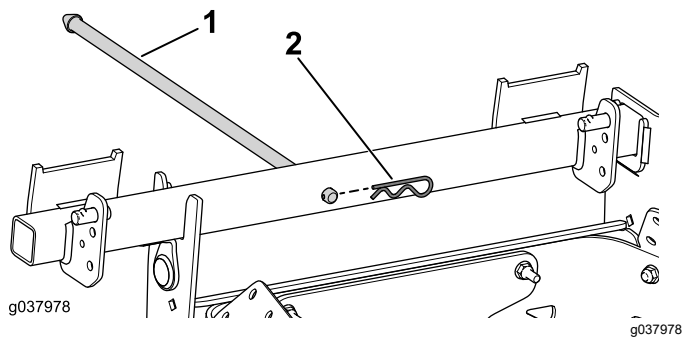

Figura 25
2. Utilice la chaveta para sujetar la varilla al conjunto de giro (Figura 25).
1. Instale la varilla de sujeción en el conjunto de giro (Figura 25).